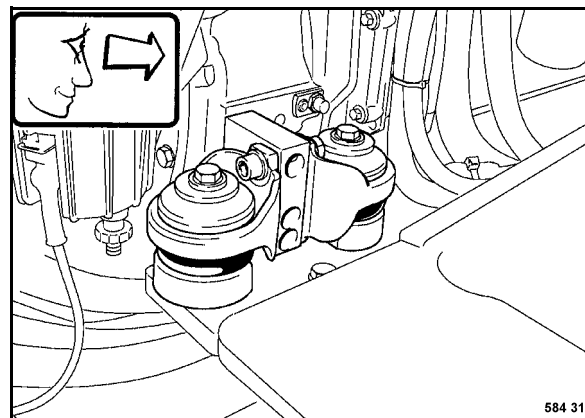

Fig. 188
- Comprobar el estado del alojamiento del motor (Fig. 188) y cambiar el cojinete, si fuese necesario.